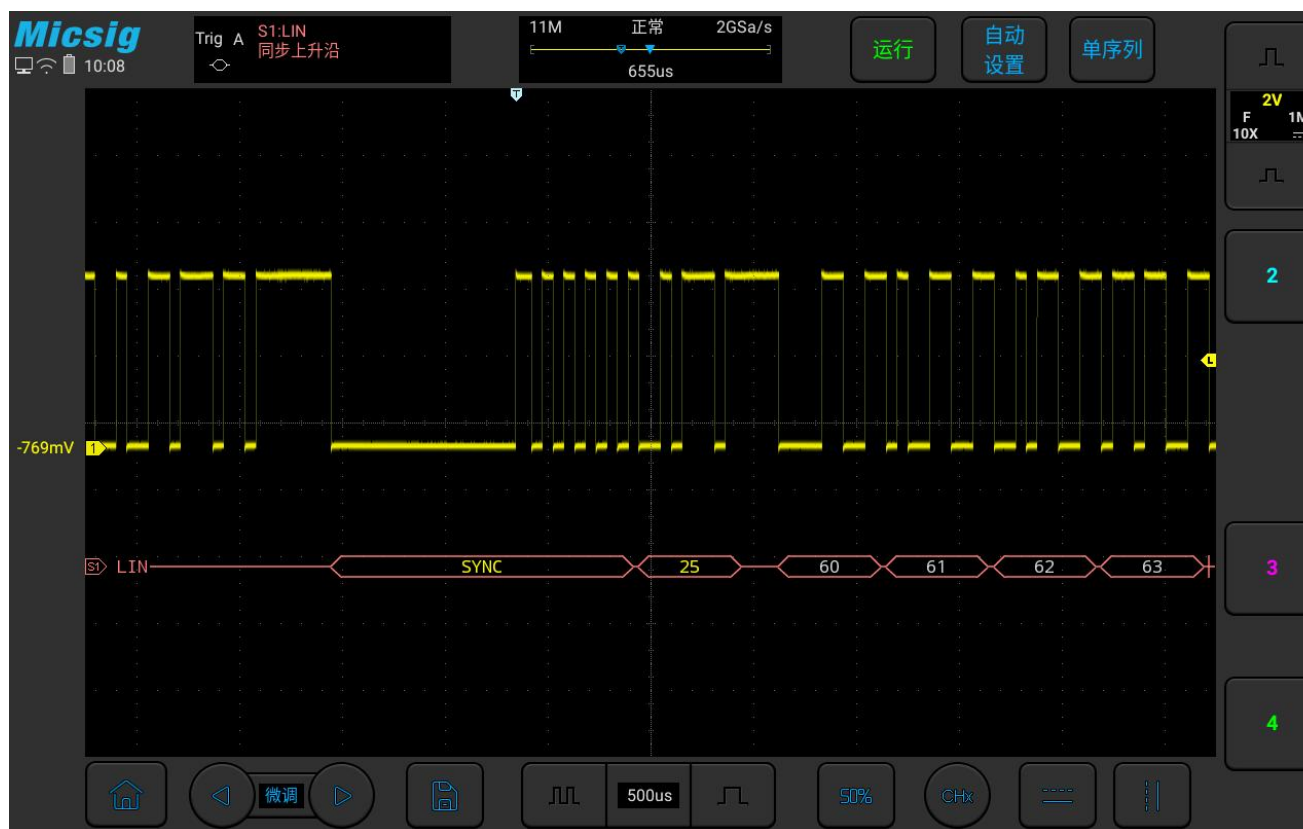

图 11-12 LIN 图形界面
- (1) 轻点 S1 打开解码通道，再次点击打开总线配置菜单；
- (2) 选择总线类型为“LIN”，依次点选“Ch1”“空闲高”“9.6kb/s”， 然后关闭菜单；
(3) 打开触发方式配置菜单，点选“同步上升沿”；
(4) 点按  配置信息，打开解码通道阈值电平调节框，上下拖动调节框可以调节阈值电平；根据信号的幅值电平调节阈值电平使信号稳定触发。LIN 触发图形界面见图 11-12：